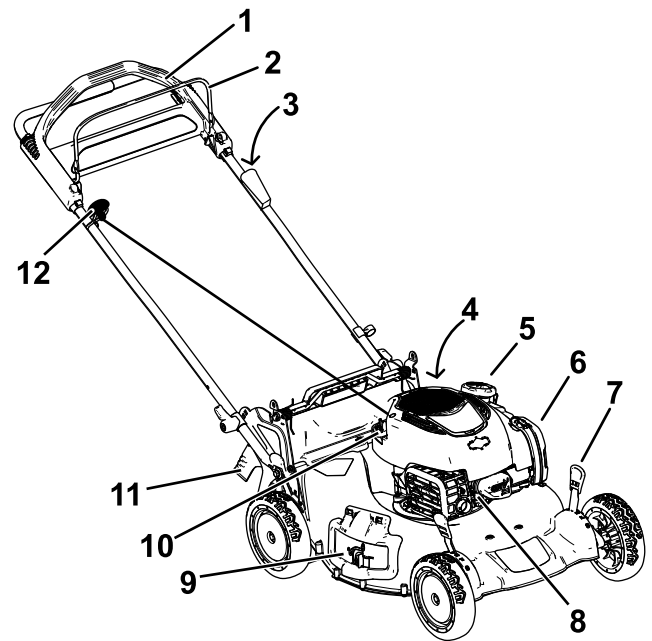

**Bild 8**
2. Haken Sie den unteren Kanal des Grasfangkorbs an der Unterseite des Rahmens ein (Bild 8).
3. Haken Sie die oberen und seitlichen Kanäle des Grasfangkorbs an der Oberseite und der Seite des Rahmens ein (**Bild 8**).